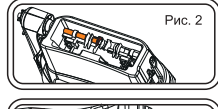

Рис. 2
- установите вал (62) в отверстие поддона со стороны узла насоса (Рис.2), наденьте его на шайбу и протолкните до упора;
- в отверстие на валу вставьте шплинт (43);
- в отверстие в верхней части узла насоса вставьте шатун (66), на выступающий край которого наденьте шайбу (44). Закрепите шатун осью (67), установив ее в отверстие на шатуне;
- установите рычаг (65) одновременно на шатун и вал;
- установите шайбы соответствующего диаметра и оси (67)